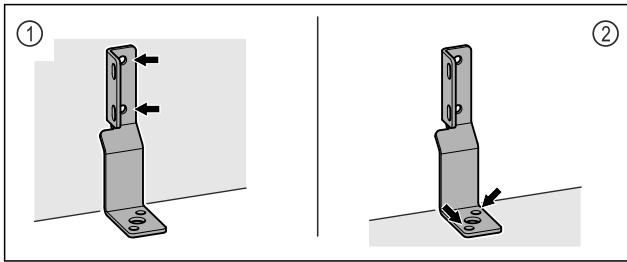

Fig. 8
- ▶ Fijar la escuadra a la pared Fig. 8 (1) o al suelo Fig. 8 (2).